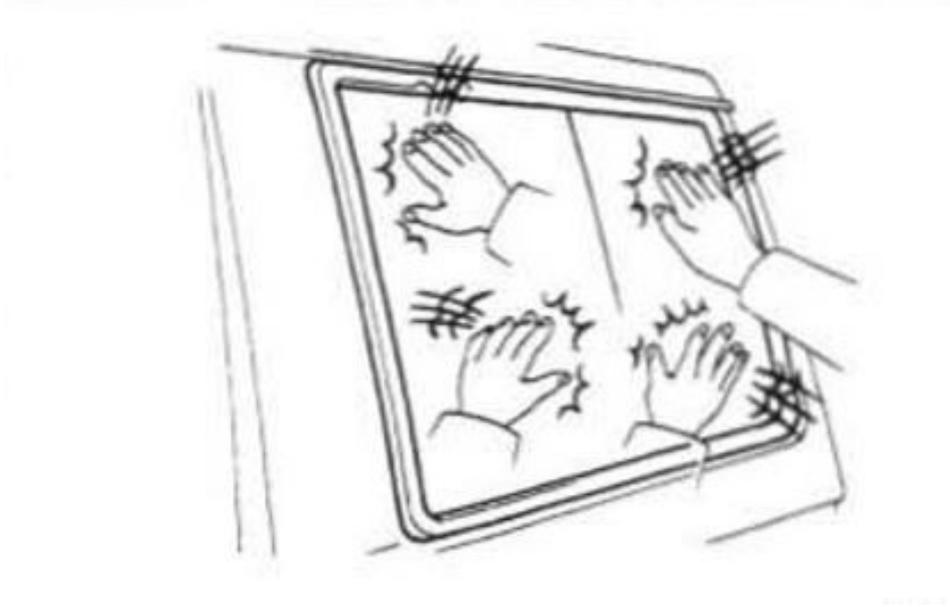

Figure 3 Working method
- Positionnez la fenêtre dans l'ouverture de la carrosserie, en veillant à ce que la corde reste à l'intérieur du véhicule (voir figure 3).